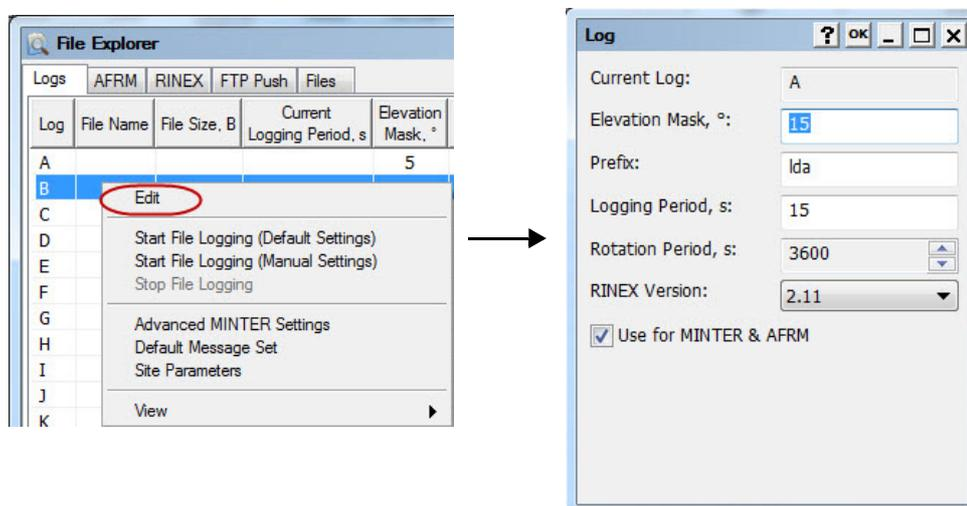

図 24 Logs タブのメニュー
- 7 **MINTER** を使用して記録する場合は **Use for MINTER&AFRM** を選択します。(図 24)